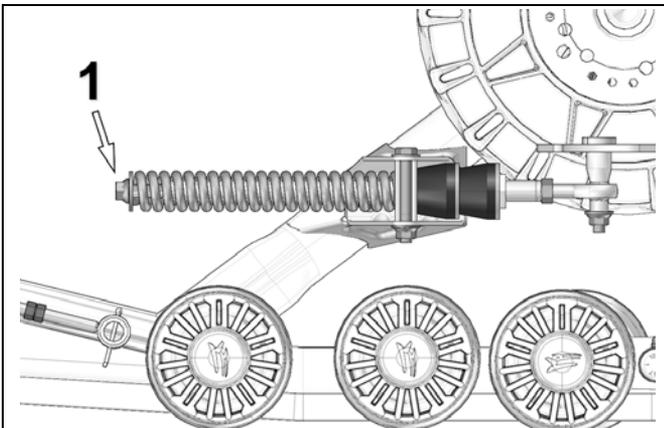

Abbildung 15
- Überprüfen Sie, dass die Schraube (1) der Feder-Baugruppe mit dem empfohlenen Drehmoment von [40 Nm] angezogen ist und dass die Teile des Stabilisierungsarms in der richtigen Reihenfolge montiert wurden. Siehe Abbildung 15.